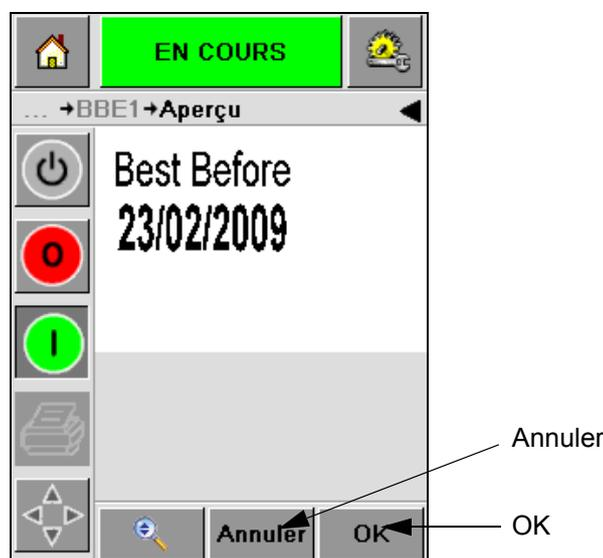

Figure 5-6 : Aperçu avant impression du travail
Si vous devez annuler le procédé de sélection de travail, touchez le bouton *Annuler* ou le bouton *Accueil* (consultez la Figure 5-6 à la page 5-5).
- 4 Après avoir sélectionné le travail requis, CLARiTY affiche un aperçu avant impression du travail sélectionné (Figure 5-6).
- 5 Si les informations affichées sont correctes, touchez l'icône *OK* (Figure 5-6). L'imprimante commence à imprimer le travail.